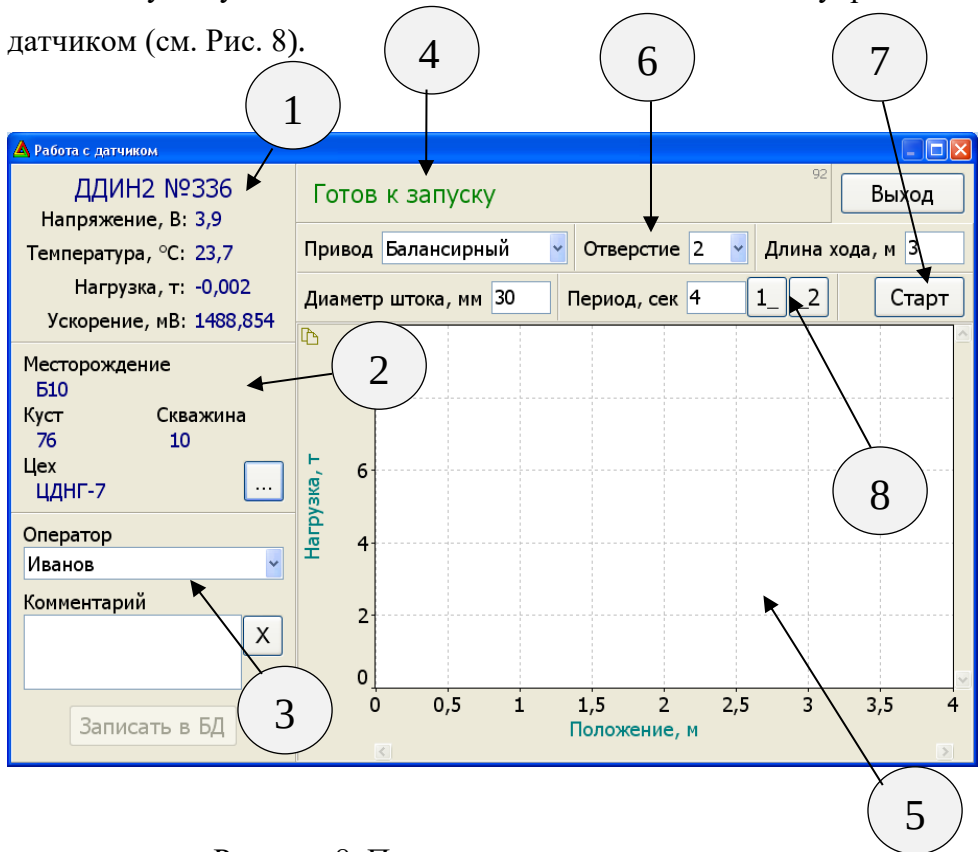

Рисунок 8. Панель управления датчиком
В случае успешного подключения появится панель управления датчиком (см. Рис. 8).
- Проверить, и, при необходимости, изменить реквизиты скважины (п.2 рисунок 8).
- Указать оператора, выбрать вид исследования, ввести пояснения (п.3 рисунок 8).
- Указать параметры установки качания (п.6 рисунок 8).
- Убедиться, что датчик находится в состоянии «Готов к запуску» (п.4 рисунок 8) и нажать кнопку «Старт» (п.7 рисунок 8).
- После расчета полученная динамограмма выведется на экран (п.5 рисунок 8).